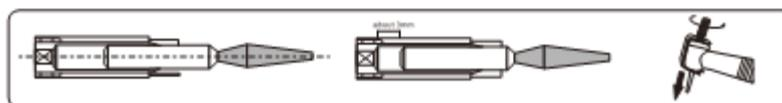

Рисунок 7
- 3) Убедитесь в том, что сработала защелка фиксатора (Рисунок 7).